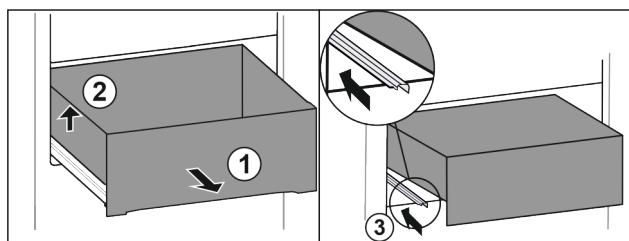

Fig. 15
- ▶ Vytáhněte zásuvku až na doraz. Fig. 15 (1)
- ▶ Nadzvedněte zásuvku vlevo. Fig. 15 (2)
- ▶ Zasuňte levou kolejničku. Fig. 15 (3)